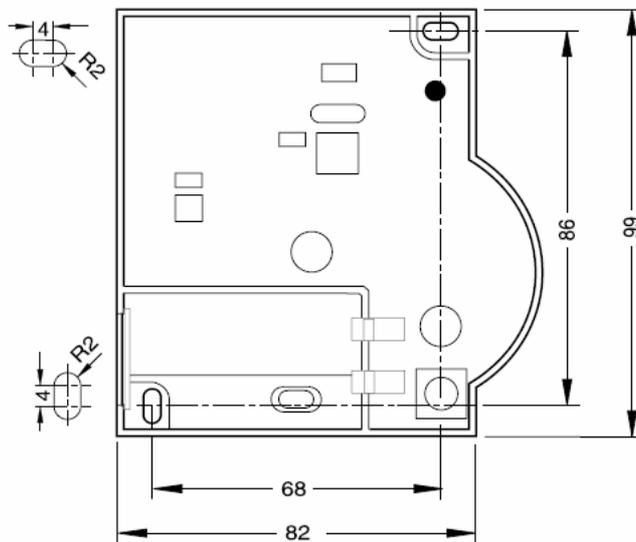

Fig. 11: Schéma de perçage (in mm)
- Repérer les trous de perçage (voir Fig. 11).